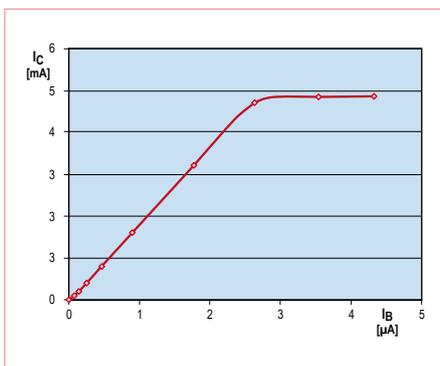

Bild 3. Kollektorstrom in Abhängigkeit vom Basisstrom.
**Bild 3** ( $I_C$  über  $I_B$ ) zeigt, dass der Kollektorstrom in erster Näherung linear mit dem Basisstrom ansteigt, bis er dann bei knapp 5 mA nicht mehr weiter zunimmt, d.h. „in die Sättigung“ geht. Mehr als 5 mA können ja gar nicht gemessen werden, weil der Kollektorwiderstand den Strom auf 5 mA begrenzt (5 V / 1 k $\Omega$  = 5 mA). Und man sieht nun deutlich, dass sich auch die 5 mA nicht ganz erreichen lassen. Der Transistor ist eben nur „fast ganz“ eingeschaltet; es bleibt eine Kollektor-Emitter-Restspannung von knapp über 0,1 V.